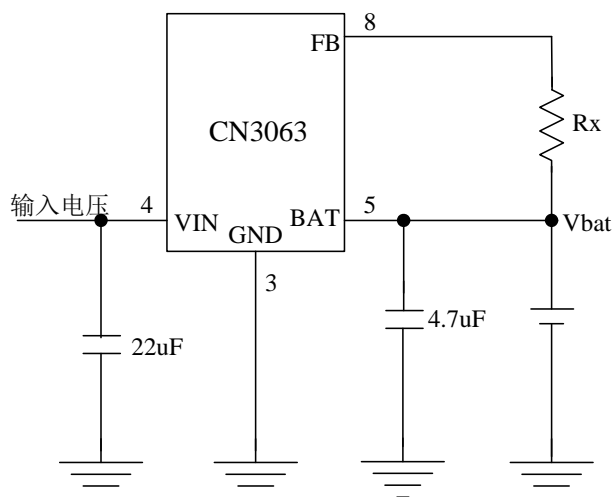

图5 调整恒压充电电压
如果在 CN3063 的电池电压 Kelvin 检测输入端 (FB) 和电池正极之间接一个电阻，可以提高电池正极的恒压充电电压，如图 5 所示。
如果采用图 5 中的连接方式，那么在电池的正极电压 V_{bat} 为：